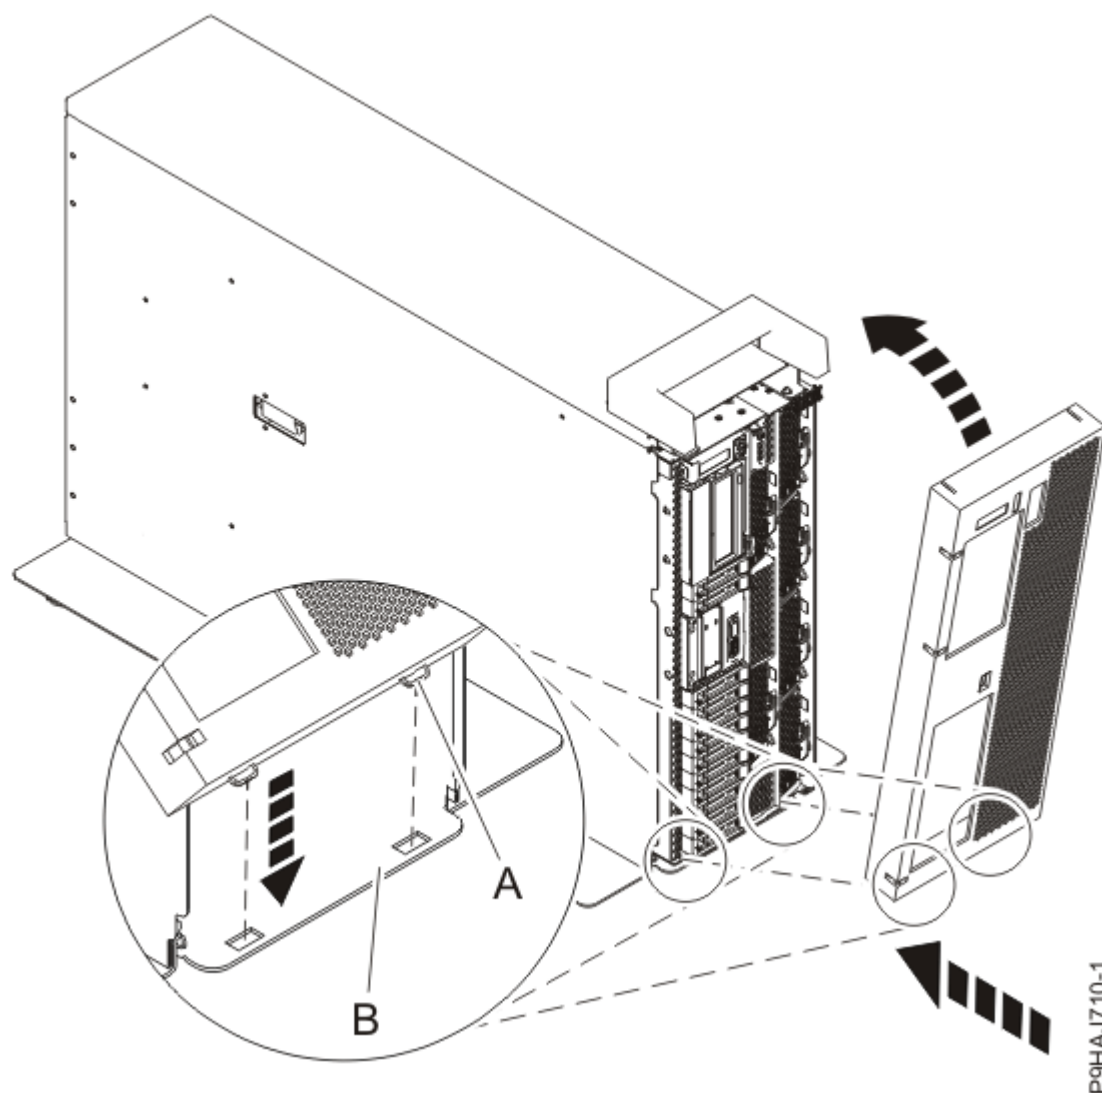

Figure 36. Installation du capot et du volet avant
- b) Alignez le capot jusqu'à ce que les deux pattes (**A**) soient placées dans les encoches de la plaque de base (**B**), comme illustré dans la Figure 36, à la page 38.